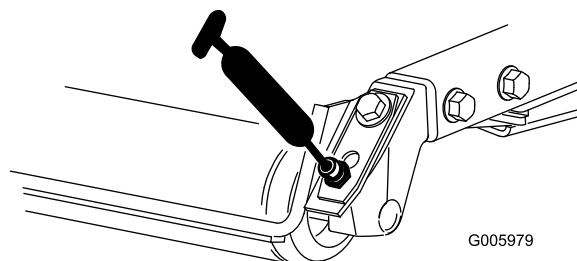

Figura 26
- Cojinetes de los rodillos traseros (2 por unidad de corte) (Figura 26).